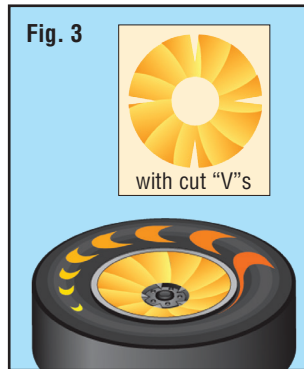

Fig. 3
2. Typically, recessed wheels use the small (slotted) Wheel Cover. In some cases, pre-cut slots need to be enlarged. Cut tiny "V"s using slots as a starting point. (Fig. 3)
2. Généralement, les roues encastrée utilisez le petit (à fente) couvrir de roue. Dans certains cas, fentes pré-coupées doivent être élargis. Coupe minuscule "V"s l'aide d'emplacements comme point de départ. (Fig. 3)